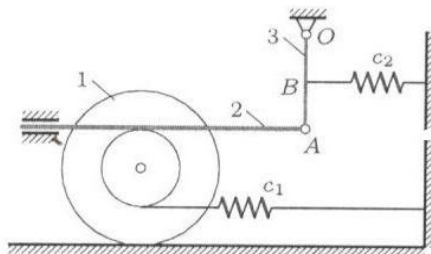

Рис. 10
**Задача 10.** Механическая система, состоящая из блока колес 1, стержней 2, 3 и двух пружин, совершает малые колебания (рис. 10). Механизм расположен в горизонтальной плоскости,  $R = 2r$ ,  $AB = BO$ . Даны массы тел  $m_1 = 4$  кг,  $m_2 = 1$  кг,  $m_3 = 2$  кг, жесткости пружин  $c_1 = 70$  Н/м,  $c_2 = 40$  Н/м, радиус инерции блока  $\rho = 3r/2$ . Найти собственную частоту системы.